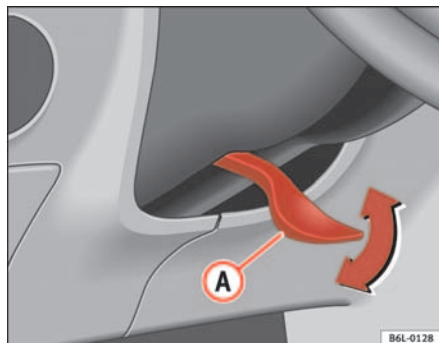

Fig. 92 Ajuste de la posición del volante
- Tire hacia abajo de la palanca ⇒ fig. 92 situada debajo de la columna de dirección ⇒ ⚠.